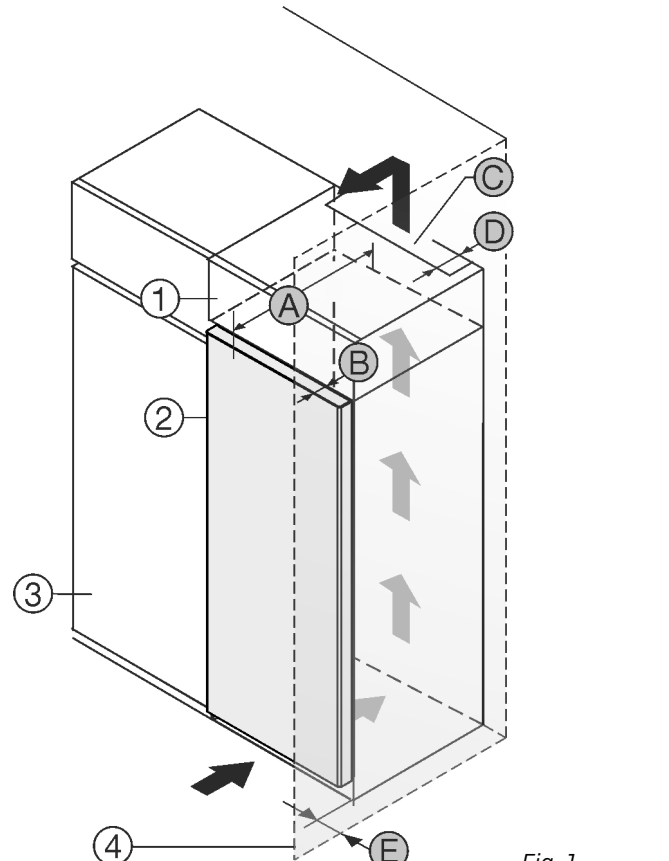

Fig. 1
Přístroj nainstalujte přímo vedle kuchyňské skříňky Fig. 1 (3)\*
Na zadní straně nastavné skříňky musí být větrací šachta hluboká Fig. 1 (D) přes celou šířku nastavné skříňky.\*
Pod stropem místnosti musí být dodržen ventilační průřez Fig. 1 (C)\*
Když se přístroj instaluje závěsy vedle stěny Fig. 1 (4), musí být vzdálenost mezi přístrojem a stěnou minimálně 13 mm.\*
Když se přístroj instaluje závěsy vedle stěny Fig. 1 (4), musí být vzdálenost mezi přístrojem a stěnou minimálně 57 mm. To odpovídá přesahu madla při otevřených dveřích.\*